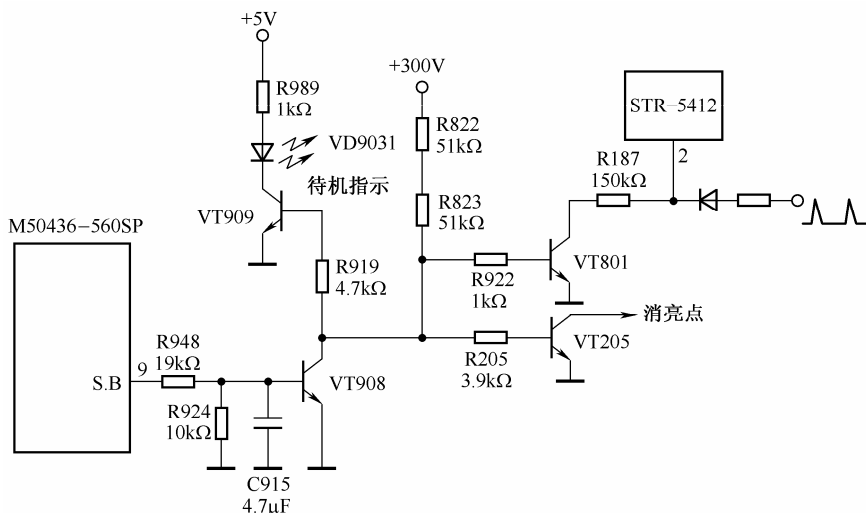

图 3-35 遥控开/关机控制电路
待机控制就是遥控开/关机控制, 电路如图 3-35 所示。其工作过程是: 当收到“待机”指令后, M50436-560SP 的⑨脚输出低电平, VT908 截止, 集电极输出高电平。该高电平的控制有三路, 一路使 VT801 饱和, 将电源厚膜集成块 STR-5412 的②脚钳在地电位, 振荡反馈电路被短路, 开关电源停振, 主电源无输出, 即关机状态; 二是使 VT909 饱和, 待机指示灯 VD931 被点亮; 三是使亮度消噪管 VT205 饱和, 以避免开关瞬间的光栅闪动。